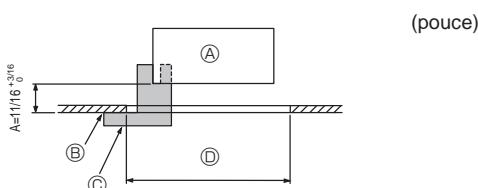

Fig. 5-2
5.2. Préparation avant d'attacher la grille (Fig. 5-2)
- A l'aide de la jauge ③ fournie avec ce kit, régler et vérifier la position de l'appareil par rapport au plafond. Si l'appareil n'est pas correctement positionné, il y aura des risques de fuites d'air et de la condensation pourrait s'accumuler.